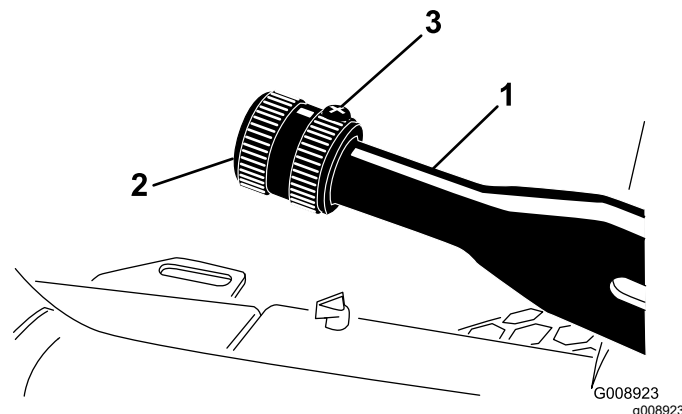

图 62
2. 松开将旋钮固定到手刹操纵杆上的固定螺丝 (图 62)。